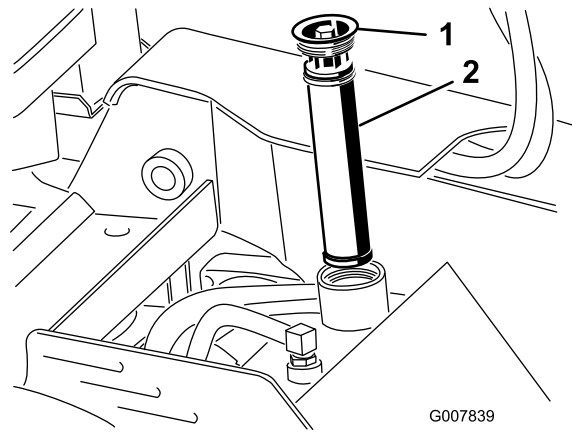

Figura 57
4. Retire y deseche el filtro usado (Figura 57).
5. Instale el filtro hidráulico de sustitución y el tapón de llenado (Figura 57) y apriete el perno del tapón a entre 13 y 15,5 N·m.